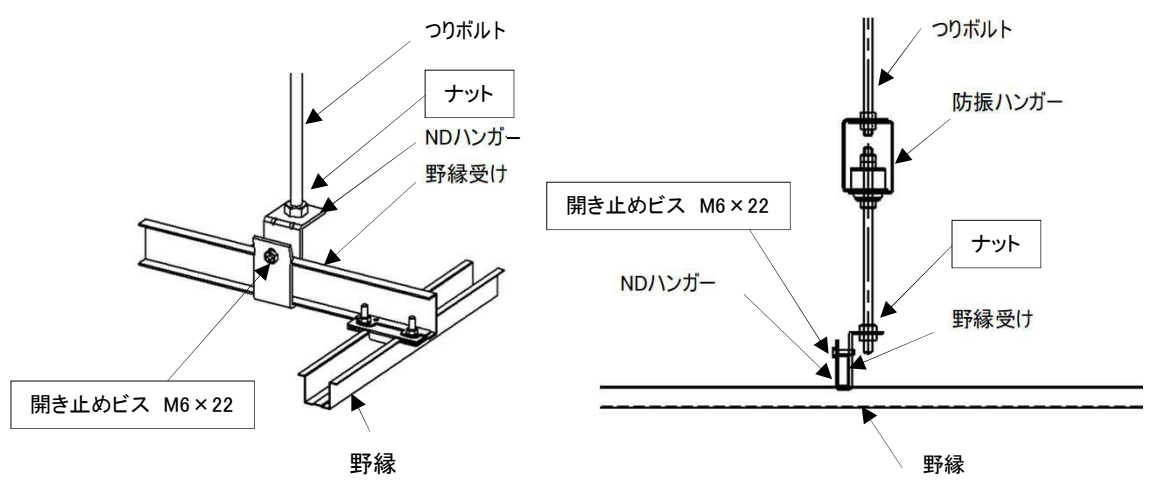

図 2-5 天井レベル確定
- ・天井レベルの調整後ハンガーナットを本締めし天井レベルを確定する。(図2-5参照)